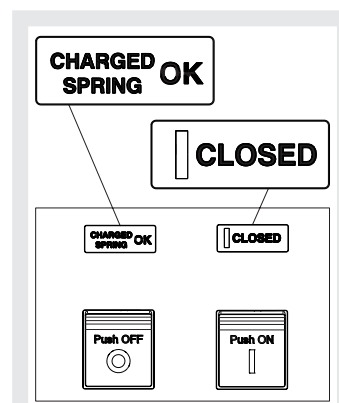

Abbildung 28
4. Leistungsschalter ein mit gespannten Federn (siehe Abbildung 28). Dieser Zustand kommt vor, wenn nach der Einschaltung (siehe Schritt 4 - Manuelles Ausschalten/Einschalten des Leistungsschalters) die Federn von Hand oder automatisch durch den Getriebemotor (sofern vorgesehen) nachgespannt werden.